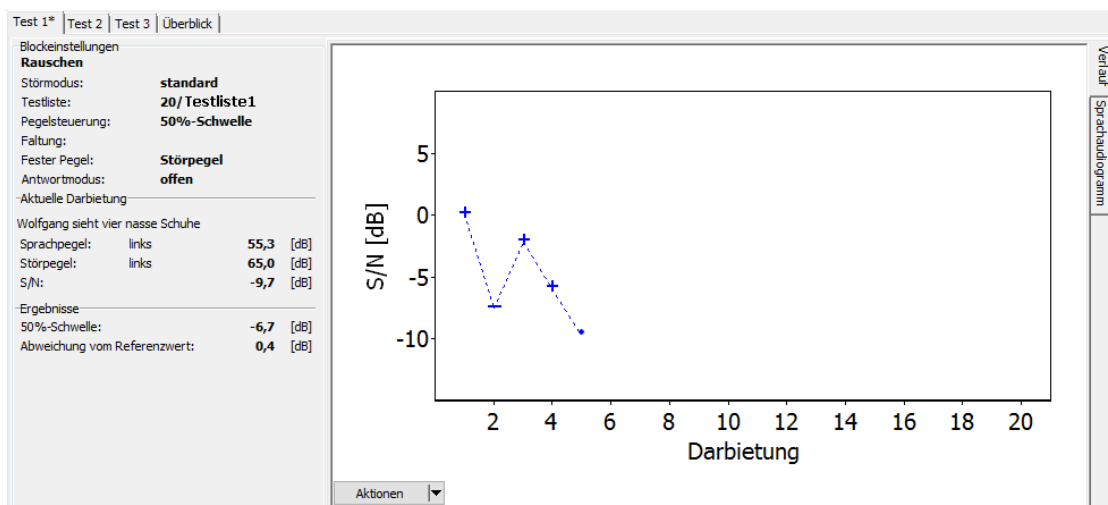
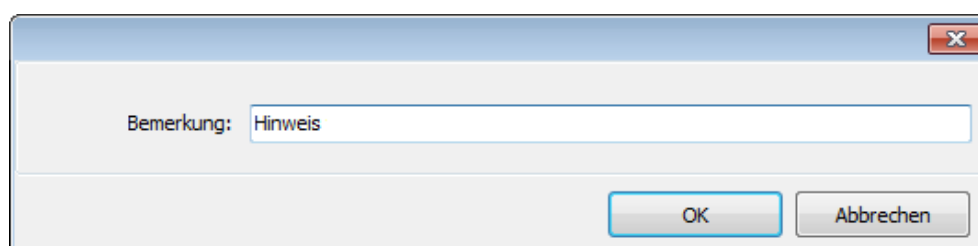

Abbildung 20: Verlaufdarstellung des mittleren Bereichs des Messdialogs
Abbildung 21: Eingabe einer Bemerkung
- **Bemerkung:** Es erscheint ein Eingabedialog (Abbildung 21). Hier können Sie eine Bemerkung zur entsprechenden Testliste eingeben, die innerhalb des jeweiligen Diagramms angezeigt wird (siehe Beispiel in Abbildung 20).
Siehe Abbildung 20. Bei dieser Darstellung wird der Verlauf eines der Messparameter (je nach Messprofil) während der Darbietungen angezeigt. Die Symbole der einzelnen Darbietungen haben dabei je nach Messprofil folgende Bedeutung:
Im zusätzlichen Blattregister „Überblick“ (siehe Abbildung 20) werden die Ergebnisse aller Testlisten innerhalb einer Messung zusammen dargestellt. Wenn Sie mehrere Testlisten innerhalb einer Messung